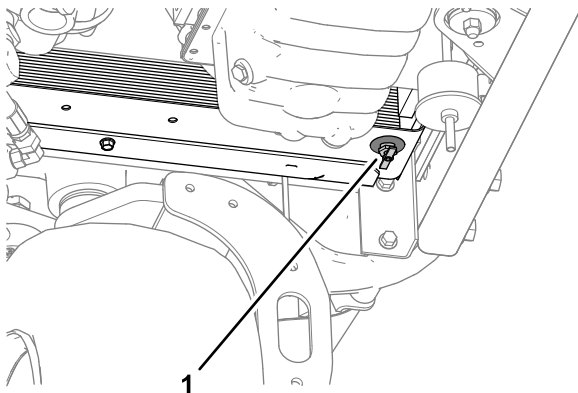

Bild 7
2. Richten Sie eine Ablaufwanne mit der angegebenen Kapazität unter dem Kühlerablassventil aus und öffnen Sie das Ventil (Bild 7).
4. Schließen Sie das Ablassventil (Bild 7).